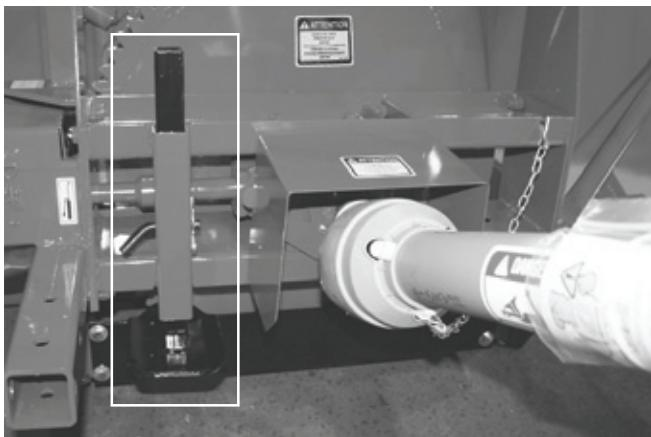

Figure 29
- 6) Après avoir installé la souffleuse sur le tracteur, relevez la béquille de soutien (Fig. 29).